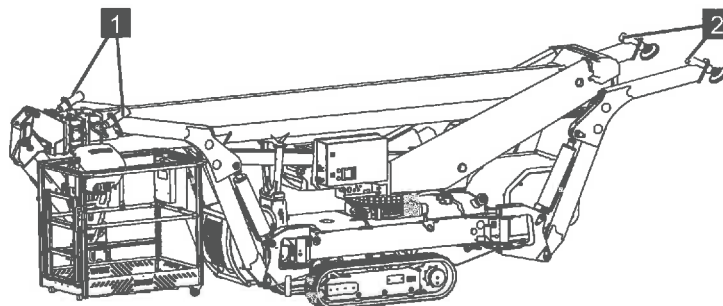

Abb. 134
- Abstützung eins und vier (Abb.134/1) befinden sich in Transportstellung 1.
- Abstützung zwei und drei (Abb.134/1) befinden sich in Transportstellung 2.